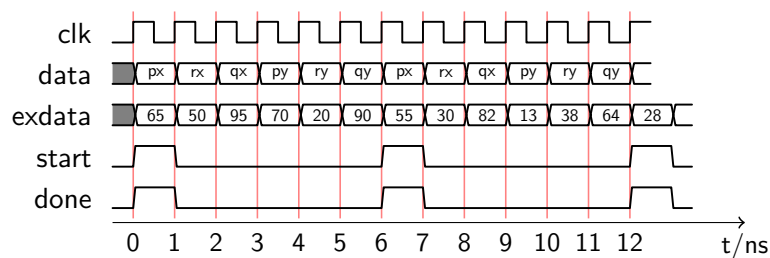

Abbildung 2: Timingdiagramm mit seriellen Eingangsdaten
- In einer alternativen Architektur kommen die Koordinatendaten des Punktes und des Rechtecks seriell in der Folge (x,rx,qx,y,ry,qy) in das System. In Abbildung 2 ist der zeitliche Ablauf dargestellt. Zeitgleich mit der x Koordinate des Punktes P ist das "start" Signal aktiv. Sobald das Ergebnis vorliegt, soll das "done" Signal aktiviert werden. Das Ergebnis soll an einem Ausgang "pr" angezeigt werden. Wenn der Punkt im Rechteck liegt, soll $pr = "1"$ sein, ansonsten ist $pr = "0"$. Entwerfen Sie eine Architektur mit der Sie die Berechnung sequentiell durchführen können. Teilen Sie die Architektur in einen Datenpfad und einen Kontrollpfad auf. Stellen Sie nur den Datenpfad und die notwendigen Kontrollsignale dar. Erläutern Sie die Funktion der Kontrollsignale.
- Zeichnen Sie ein Timingdiagramm für Ihre Architektur in dem der zeitliche Ablauf der Steuersignale, die Eingangsdaten, wichtige Zwischenwerte und das Endergebnis der Berechnung für die Beispieldaten "exdata" aus Abbildung 2 erkennbar ist.